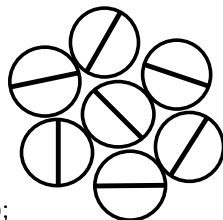

Рис. 4
– при проведении матричного двухкоординатного планирования, измерения осуществляются по намеченным координатам. Контроль подобным образом позволяет затем, извлекая значения из памяти толщиномера, создать карту распределения толщин контролируемой области и увеличить достоверность контроля (рис.4);